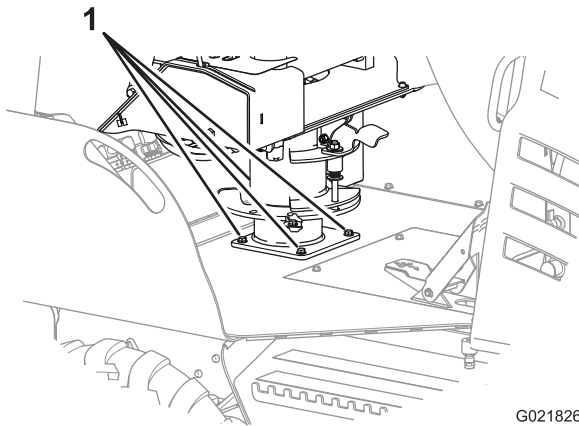

Рисунок 95
2. Проверьте, чтобы 4 болта крепления сиденья к шасси машины были затянуты с моментом от 5,4 до 6,8 Нм (от 48 до 60 фунт-дюймов); см. Рисунок 95.